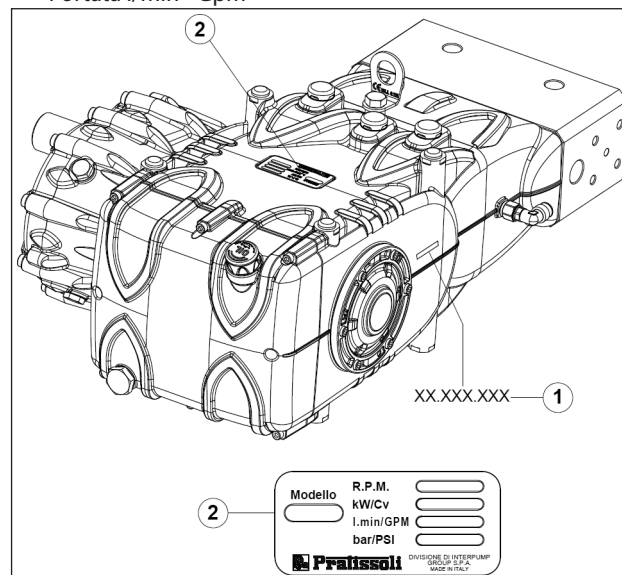

Fig. 1
Ogni pompa ha il proprio N° di matricola XX.XXX.XXX vedere pos. ① e una targhetta di identificazione vedere pos. ② di Fig. 1 che riporta: